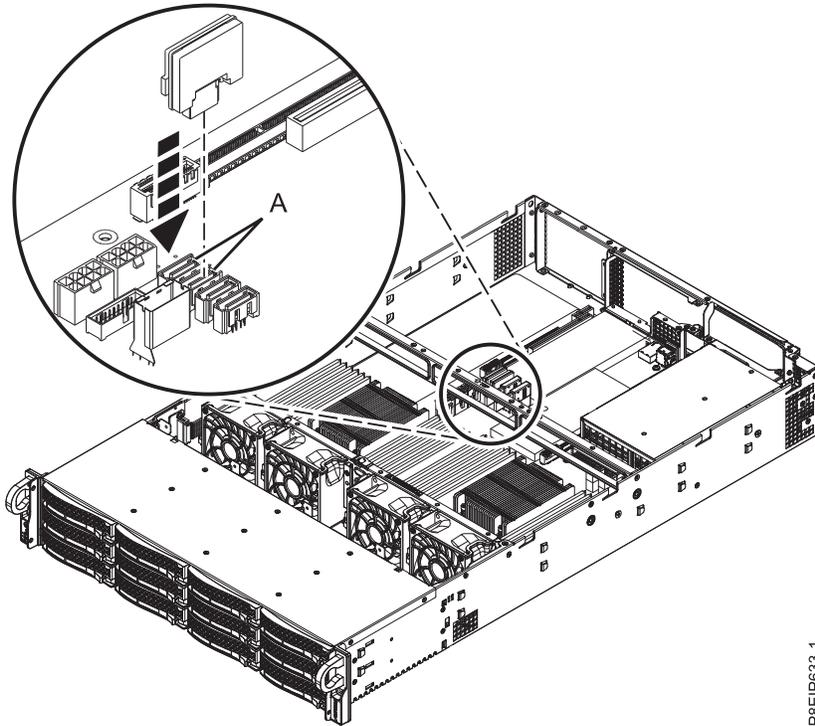

Figura 20. Instalando um DOM
2. Instale o DOM no painel traseiro do sistema, nas posições **(A)**, conforme mostrado na Figura 20 na página 23. Dependendo do modelo DOM, você também pode ter que conectar um pequeno cabo de energia para o DOM. Assegure-se de que ligar os conectores adequadamente.